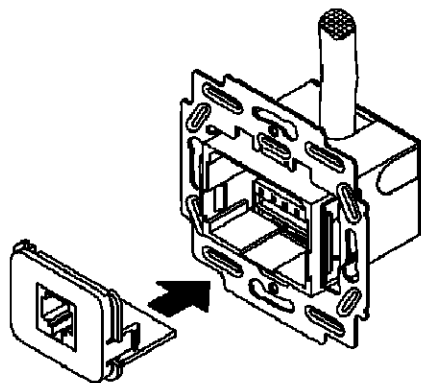

Abbildung 11 / Figure 11
17. AMP CO Plus Gehäuse von vorne mit System-einsätzen bestücken (Abbildung 11).